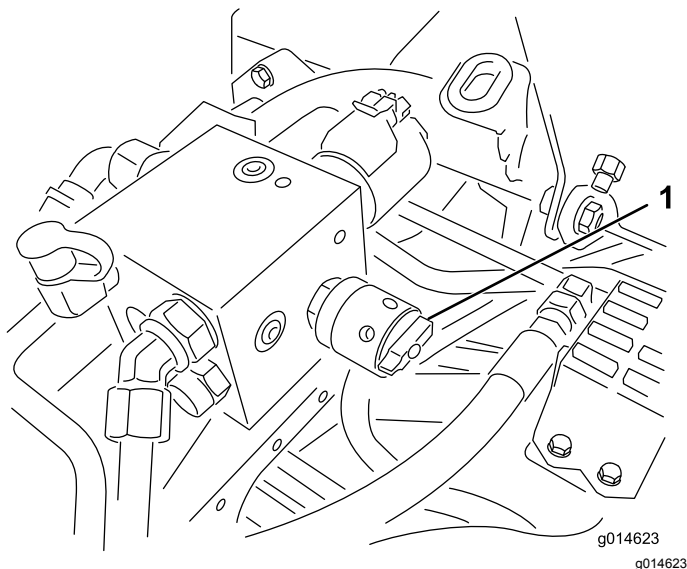

図 53
4. リールの速度を設定するには、リール速度コントロールのノブ 図 53 を回して、ノブの矢印を、ステップ3で決めた数値に合わせる。
6. リール速度コントロールを 1 にセットする 図 53。